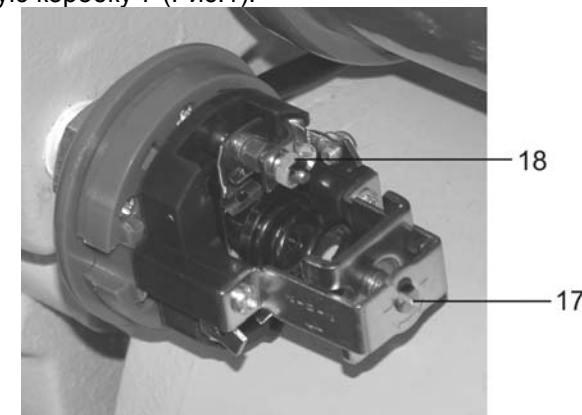

Рис.4
8.4.3. Вращением винта 17 устанавливается давление включения, вращением гайки 18 регулируется разность между давлением включения и давлением выключения (Рис.4).